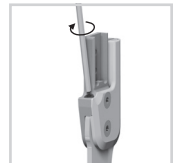

Fig. 18
- 6 Vissez la vis de réglage jusqu'à la position souhaitée (Fig. 18).